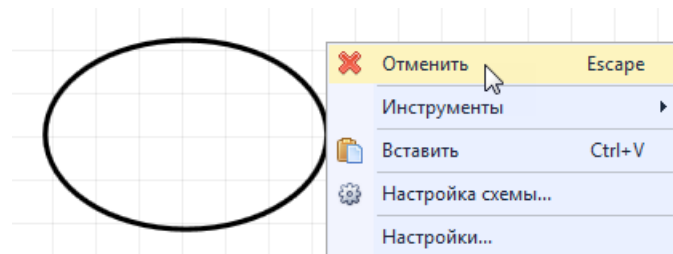

Рис. 391 Отмена размещения фигуры
5. Для отмены размещения эллипса нажмите Escape или выберите «Отменить» в контекстном меню, Рис. 391.